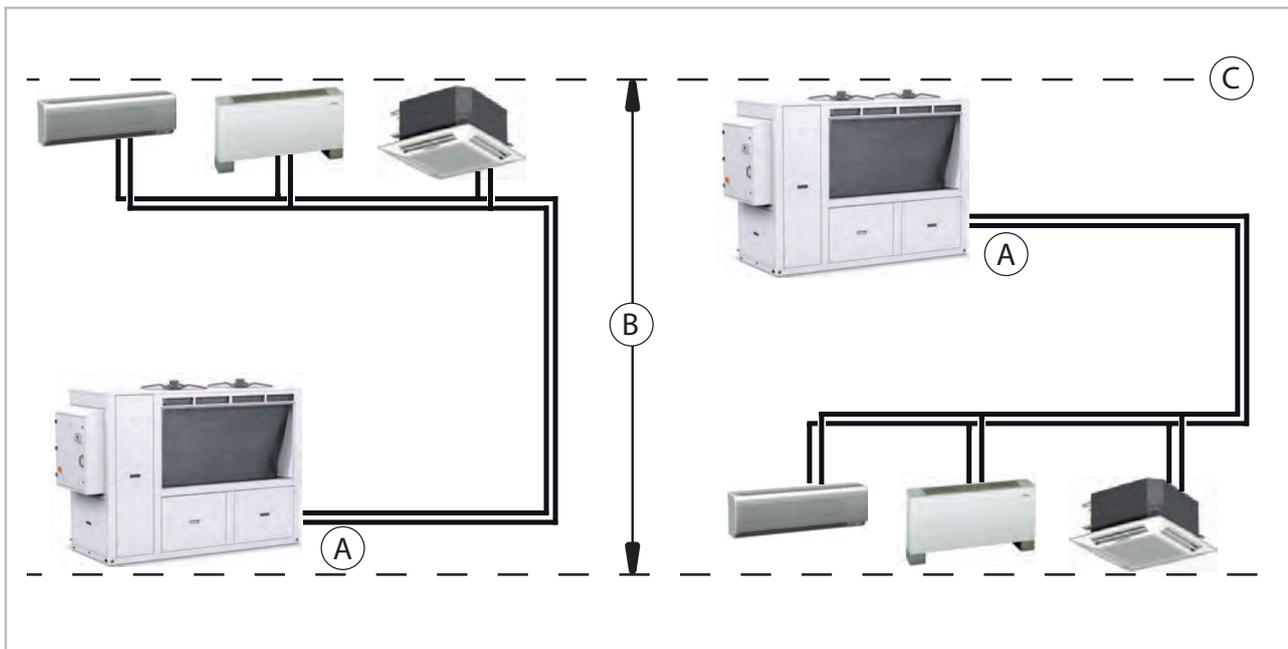

Fig. 15: Pré-pression de l'appareil
- Si l'appareil est positionné **au point le plus haut** de l'installation, la pré-pression de l'appareil (= pression d'arrêt) doit être réglée à **au moins 70 kPa (0,7 bar)**. Attention, la pression de l'installation est **augmentée** par la hauteur géodésique de l'installation au point le plus bas ! (voir Voir la Fig. 15)